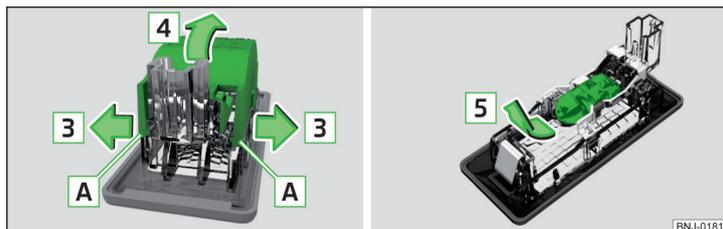

Abb. 217 Abdeckkappe abnehmen / Glühlampe wechseln
- › Die Abdeckkappe der Leuchte im Bereich **A** sowie in Pfeilrichtung **3** » Abb. 217 lösen.